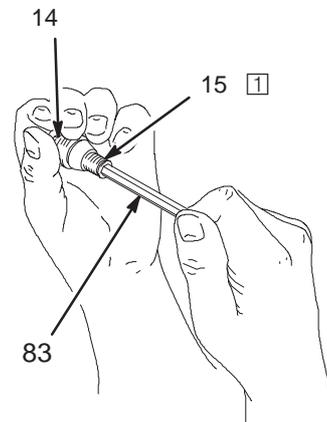

Fig. 25
3. Desmonte la boquilla del producto (14) con la llave para boquillas (76).
- El perno resistor (15) debería salir de la boquilla del producto. Si permanece en la pistola, enroscar ligeramente la boquilla en el perno del resistor y tirar de él.
4. Desenrosque el perno resistor (15) de la boquilla del producto (14) utilizando la llave hexagonal (83), suministrada. Vea la Fig. 25.
7. Instale el perno del resistor (15) en la boquilla del producto (14). Apriete a un par de 1,12 N.m. Vea la Fig. 25.